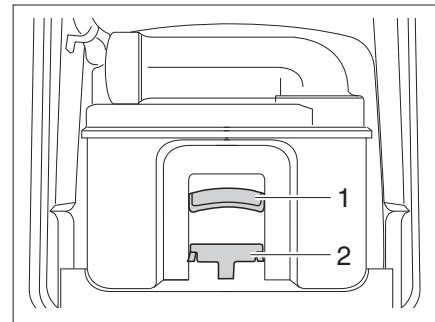

Fig. 164 Cassette Thetford
- Empujar el estribo de sujeción (Fig. 164,2) hacia delante para desbloquear el inodoro cassette y extraer el cassette con el tirador (Fig. 164,1).